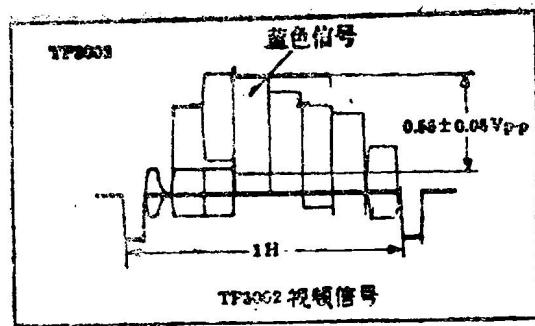

图25
2. 调VR801，使蓝信号电频在0.55±0.05伏之间见图25。